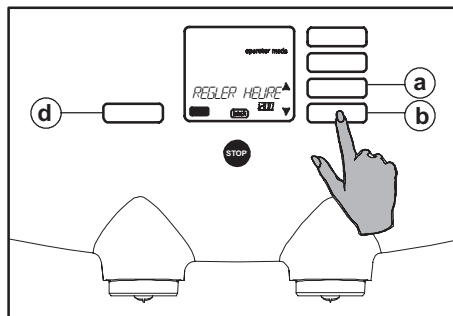

Fig. 57 Réglage de l'heure
16. Appuyez sur le bouton Enter (fig. 57 d) et utilisez les boutons de défilement $\updownarrow$ pour modifier l'heure (fig. 57 a ou b).